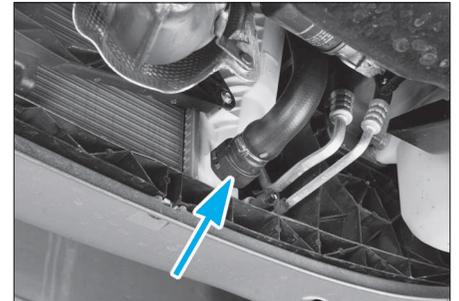

FIG. 10
- Débrancher la durite inférieure du radiateur (Fig.10).